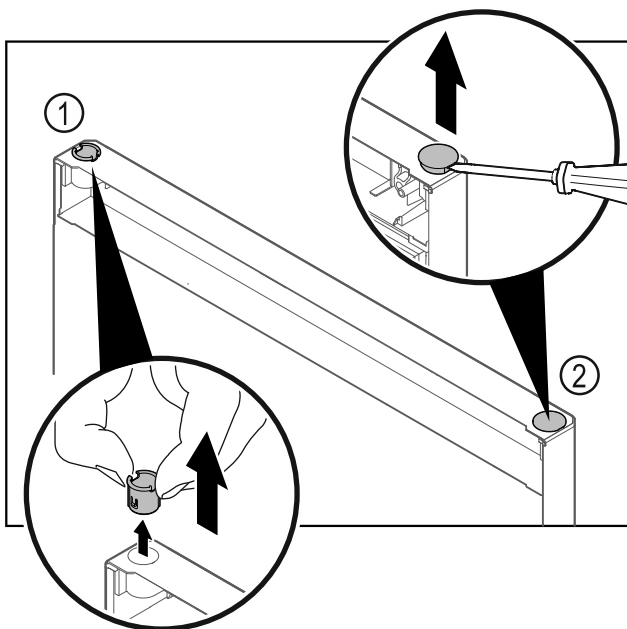

Fig. 38 Dør fryseeksjon
- ▶ Trekk ut hengselbøssingen Fig. 38 (1) med fingrene.
- ▶ Løft dekkstøpselet Fig. 38 (2) forsiktig opp med en skruetrekker, og trekk det av.